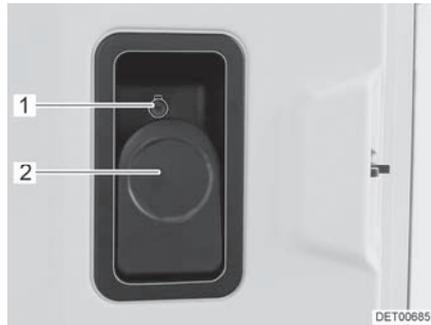

Bild 23 Türschloss (Eingangstür innen)
- Öffnen:** ■ Hebel (Bild 23,2) ziehen.
- Verriegeln:** ■ Sicherungsknopf (Bild 23,1) hineindrücken.